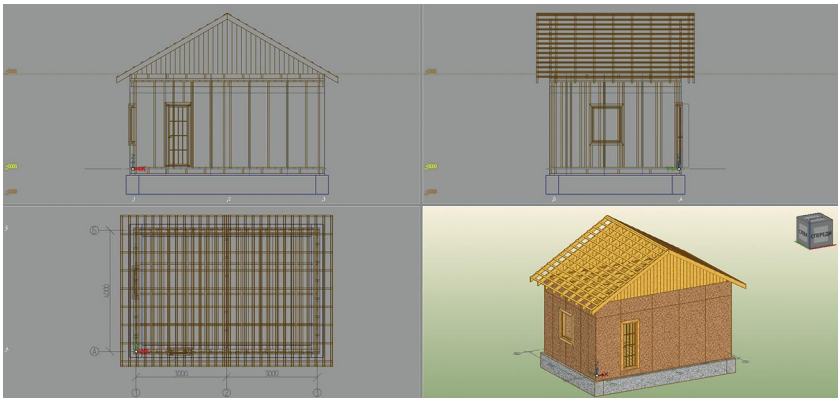

рис. 132
7. Для того, чтобы поделить построенные заполнения на листы, выберите команду **Каркас/Заполнения/Деление листов/Подделить автоматически** и укажите все листовые заполнения. Для этого правой кнопкой мыши вызовите контекстное меню и там выберите ключ **Дополнительно/Все**. Завершите команду выбором ключа **Закончить**. То, что вы увидите на экране после выполнения **Практических занятий 1–13**, см. на рис. 132.